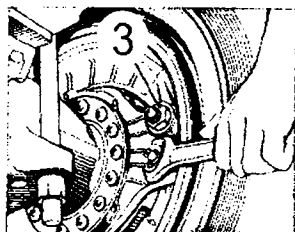

Рис. 6-11.
2. Ослабить гайки 3 крепления эксцентриковых осей колодок (рис. 6-11.).